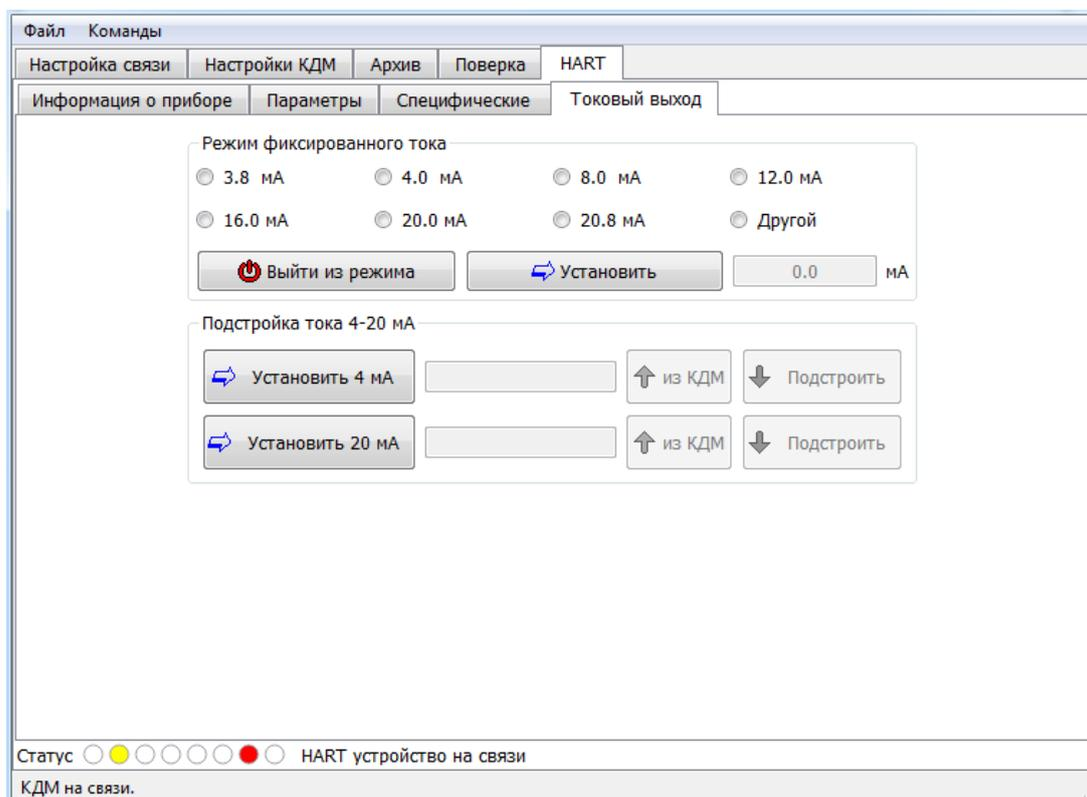

Рис.16 Вкладка «Токовый выход»
19.4.5.1 Вкладка **«Токовый выход»** (Рис.16) предназначена для выбора или ввода основных параметров токового выхода HART-прибора.